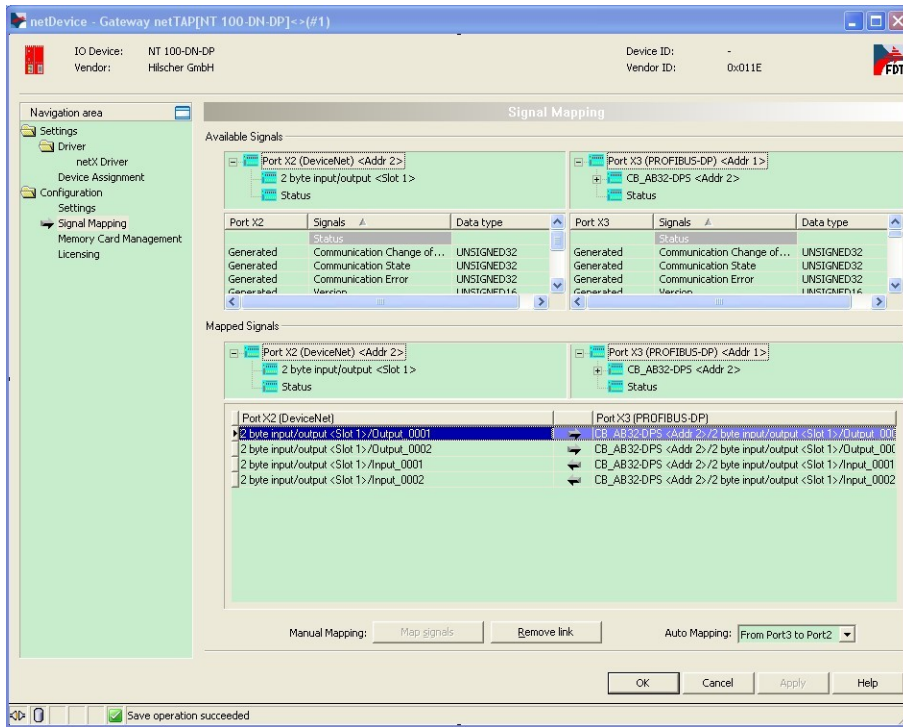

图 24
(24) 数据映射可以手动进行，也可以自动进行。“Auto Mapping”选项选择“From Port3 to Port2”，并单击“Apply”按钮，完成自动映射，如图 24 所示：